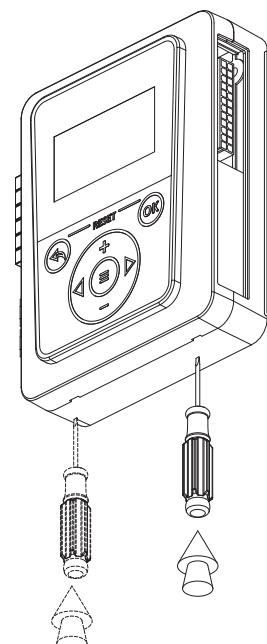

Рис.22 Демонтаж лицевой панели
2. снимите лицевую панель контроллера, ослабив защелки с помощью отвертки (**Рис.22**);